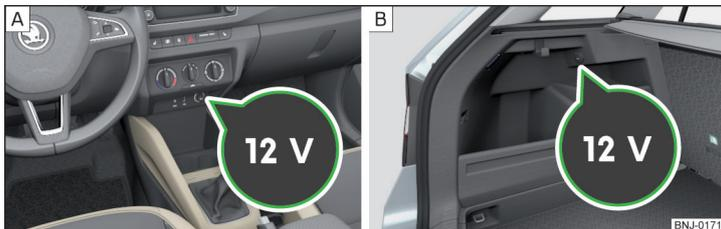

Fig. 73 Cubierta del enchufe de 12 voltios: en la parte central del tablero de instrumentos / en el maletero
- Para el uso, retirar la tapa del enchufe » fig. 73 - **A** o abrir la tapa del enchufe » fig. 73 - **B**.